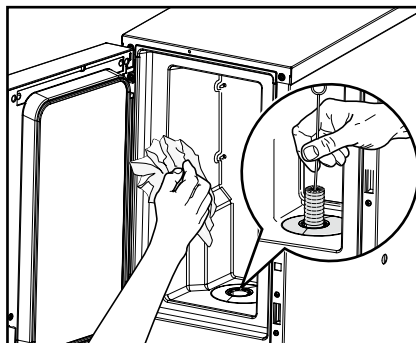

図25
4. 清潔な湿らせた布で冷蔵室の内部を拭き、計量穴をブラシで掃除してください。(図25)